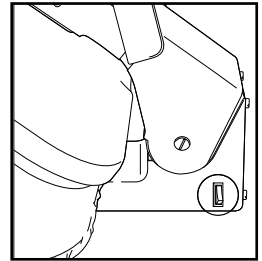

FIGURE 1
1. Une fois la plaque de pressage relevée, branchez le cordon d'alimentation dans une prise électrique, puis réglez l'interrupteur marche/arrêt à la position « Marche » (I) (figure 1).
**IMPORTANT : L'arrêt automatique ne signifie pas que l'alimentation de l'appareil est complètement coupée. L'appareil est toujours sous tension et le voyant d'alimentation reste illuminé jusqu'à ce que l'interrupteur marche/arrêt soit réglé à la position « Arrêt » (O) (figure 1, page 6).**